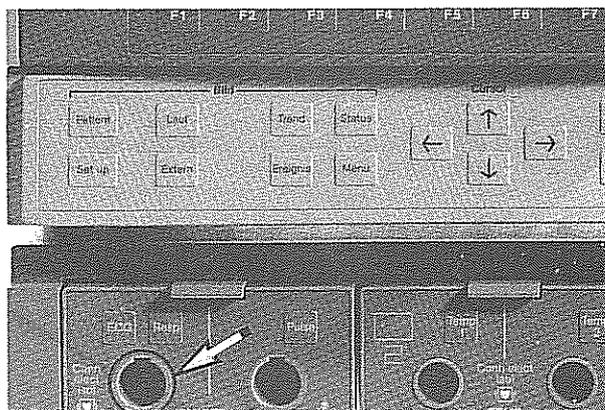

Bild 5
* Verbinden Sie die Überwachungsleitung mit den angelegten Elektroden und stecken Sie den geräteseitigen Stecker mit der grünen Markierung in den ebenfalls grün markierten Signaleingang (Bild 5).